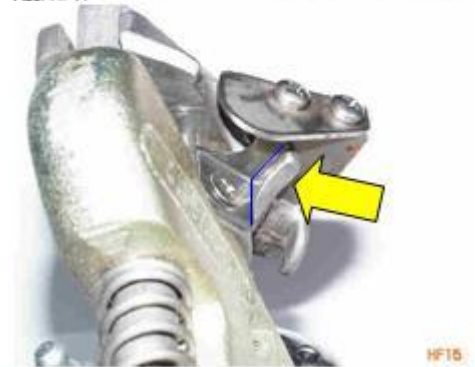

Abb. HF15
5. Setzen Sie das neue Trennmesser ein und befestigen Sie es mit der Kreuzschlitzschraube - der Messerrücken soll hierbei am Steg des Messerkopfes anliegen (Abb. HF15).